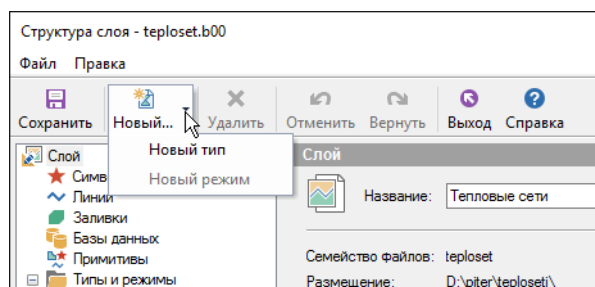

Рисунок 4.12. Создание нового типа
1. На панели инструментов окна Структура слоя нажать кнопку Новый... или пункт меню Правка|Новый тип... (смотрите Рисунок 4.12, «Создание нового типа»).